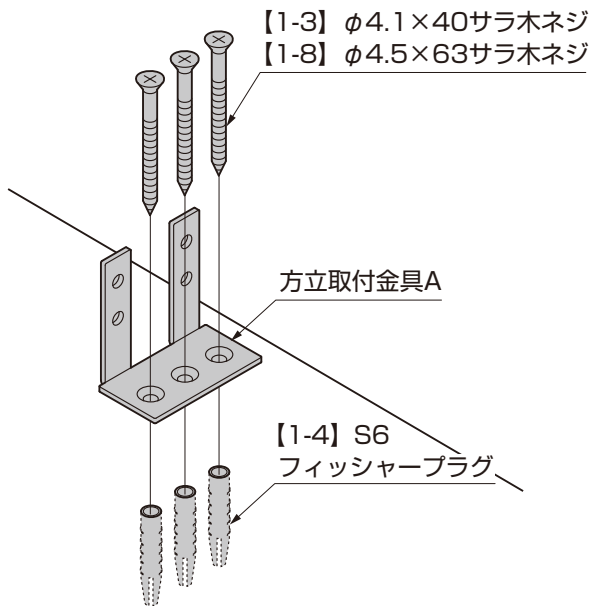

図4-6
③方立取付金具Aを土間には【1-3】、デッキには【1-8】で取付けてください。(図4-6参照)